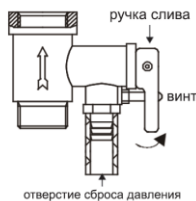

Рисунок 5
6. Чтобы слить воду из внутреннего резервуара необходимо, воспользоваться предохранительным клапаном: открутить винт ручки слива предохранительного клапана и перевести ручку слива в верхнее положение, при этом кран выхода горячей воды должен быть открыт, а кран подачи холодной воды в водонагреватель должен быть перекрыт (см. рисунок 5). Из отверстия сброса давления предохранительного клапана потечет вода.